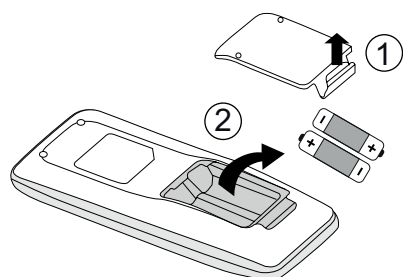

Fig.1
1. Sollevare il coperchio dell'alloggiamento delle batterie, nella direzione della freccia (come indicato in Fig. 1 ①).